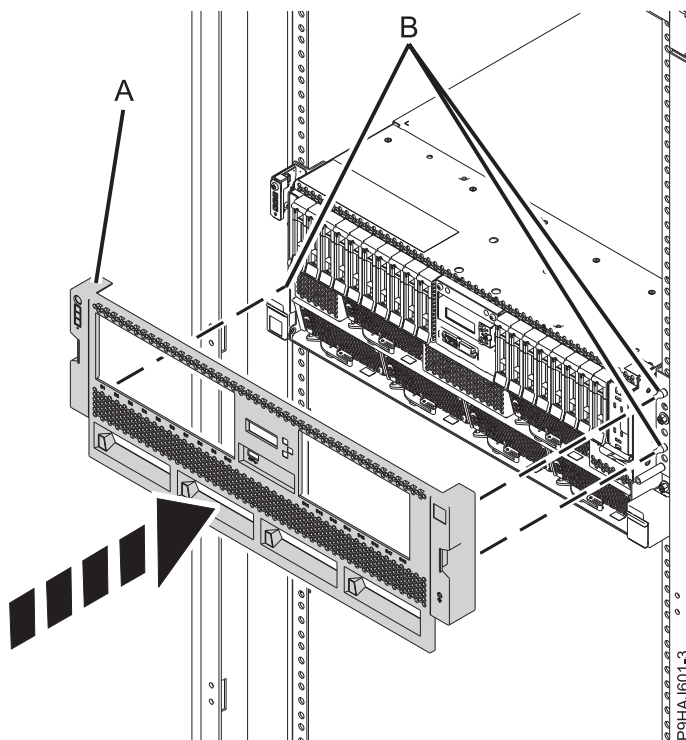

Figura 22. Instal·lació de la coberta frontal
2. Per un sistema muntat en bastidor, empenyeu suaument la coberta frontal (A) fins que quedi encaixada al seu lloc. La coberta té osques on s'hi pot aguantar més fàcilment. Utilitzeu els pius d'alineació (B) per fixar la coberta al sistema, tal com es mostra a Figura 22 a la pàgina 39.